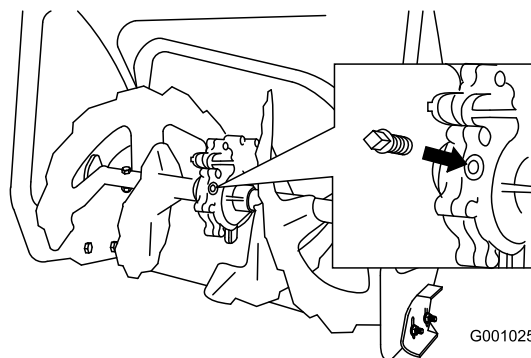

Figure 50
2. Nettoyez la surface autour du bouchon de tuyau (Figure 50).